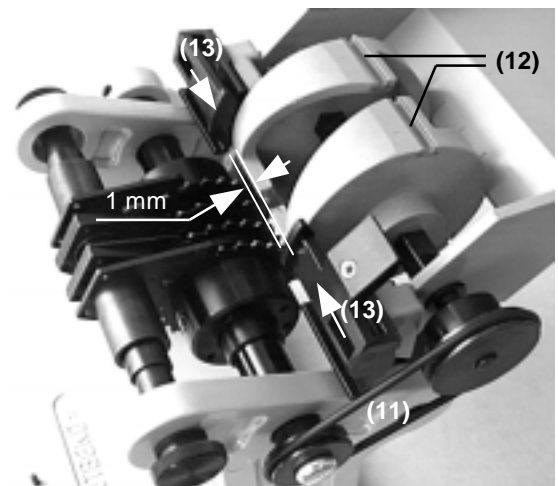

Fig. 4
- Die Transporttrommel darf die Schneidräder beim Drehen nicht berühren. Kippen Sie das CB 3000 nach hinten, bis zwischen Transporttrommel und Schneidräder etwa 1 mm Spiel besteht (Fig. 4).
- Montieren Sie den Antriebsriemen (Fig. 4, 11).
- Montieren Sie die passenden Kunststoffführungen. Fig. 4, 12).
- Schieben Sie die Niederhalter nach innen und ziehen Sie die Schrauben fest. (13).
- The transport drum must not come into contact with the cutting wheels when rotating. Tilt the CB 3000 backwards until there is approx. 1 mm of play between the transport drum and cutting wheels (Fig. 4).
- Fit the drive pulleys (Fig. 4, 11).
- Fit the matching plastic guides (Fig. 4, 12).
- Slide the retainers inwards and tighten the screws (13).
- Le tambour transporteur ne doit pas toucher les roulettes de coupe en tournant. Faire pivoter le CB 3000 en arrière jusqu'à obtenir un jeu d'environ 1mm entre le tambour et les roulettes de coupe (fig. 4).
- Installer la courroie de transmission (fig. 4, 11)
- Monter les guides en matière plastique assortis (fig. 4, 12).
- Ramener les presseurs vers l'intérieur et serrer les vis (13).